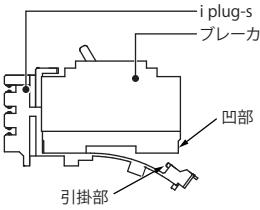

図2
- ② i plug-s をたわませて引掛部をブレーカの凹部に嵌めて取り付けてください。(図 2)